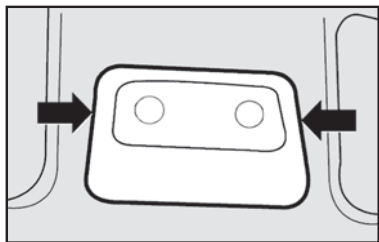

fig. 39
- Com uma chave de fenda nos pontos indicados **fig. 39**, remover o conjunto da luz interna montada a pressão pelas travas;